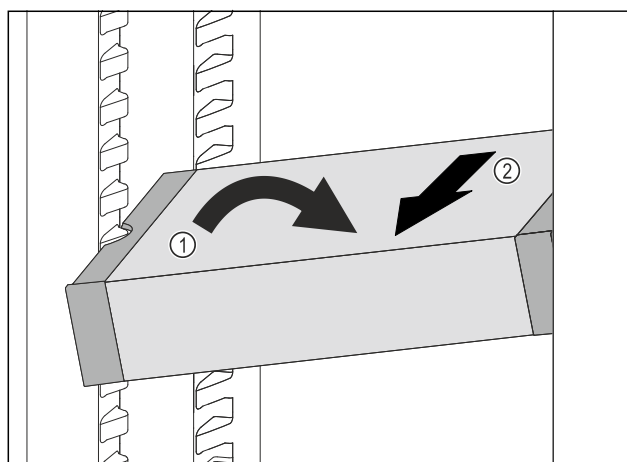

Fig. 189
- Ukosite ladicu VarioSafe u hladnjaku. Fig. 189 (1)
- Izvadite ladicu VarioSafe prema naprijed. Fig. 189 (2)